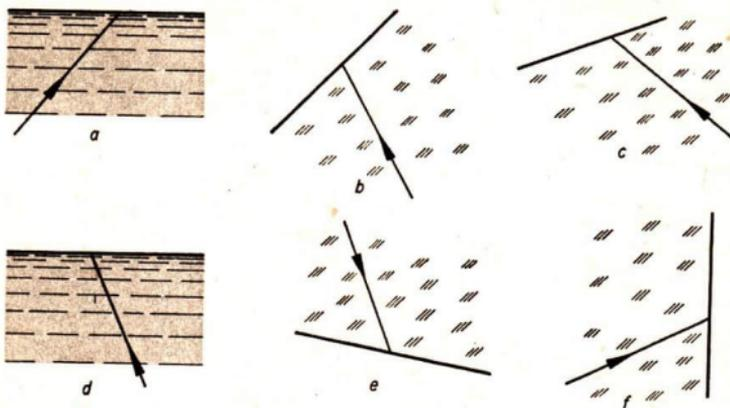

Abb. 168/1. Verschiedene Beispiele für die Brechung beim Übergang von Wasser in Luft (a und d) und von Glas in Luft (b, c, e und f)
5. Führe das gleiche für die in der Abbildung 168/1 gezeichneten Fälle durch!